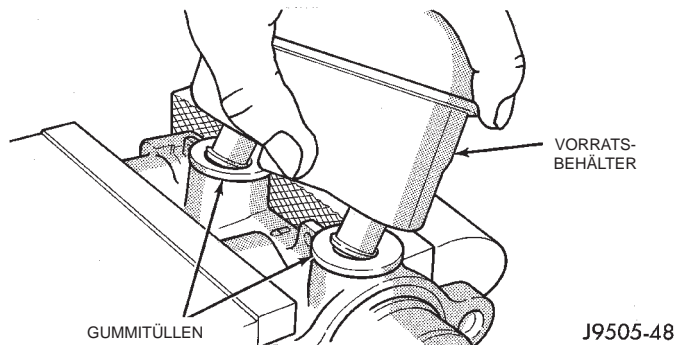

Abb. 43 Vorratsbehälter ausbauen
(5) Den Vorratsbehälter auf eine Seite kippen und aus den Gummitüllen herausziehen (Abb. 43).